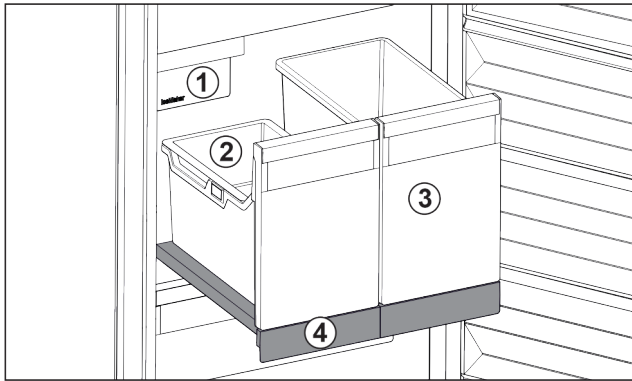

Fig. 137 Auszugsbord mit IceTower
Auf dem Auszugsbord sind zwei hohe Behälter (IceTower). Im Behälter Fig. 137 (2) werden Eiswürfel aus dem IceMaker gesammelt und gelagert. Behälter Fig. 137 (3) eignet sich für die Lagerung von hohen Lebensmitteln wie Pizzen oder alkoholischen Getränken.